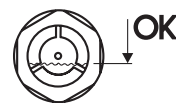

Fig. 6:
- Vul het oliereservoir langzaam met de spuit. Het duurt 5 tot 10 minuten, voordat de olie in beide oliekamers hetzelfde niveau heeft bereikt. De hoeveelheid olie is correct, wanneer het oliepeil zich in het onderste derde van het kijkglas bevindt (fig. 6). De vereiste hoeveelheid is afhankelijk van de inbouwpositie. Richtwaarden, zie tabel 3 en 4.